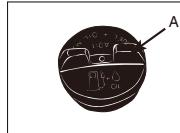
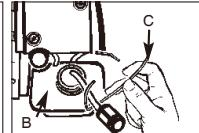
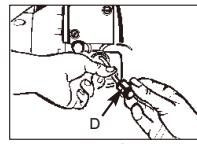

Fig. 17A
Fig. 17B
Fig. 17C
1. Avlägsna tanklocket (A) helt från tanken (B) för att kunna ta bort bränslefiltret (D) ur tanken. Använd en bit vajer (C) som formats som en krok i änden för att dra ut filtret ur tanken. (Fig. 17A och Fig. 17B)
2. Dra bort filtret (D) med en vridrörelse.
3. Byt ut bränslefiltret (D). (Fig. 17C)